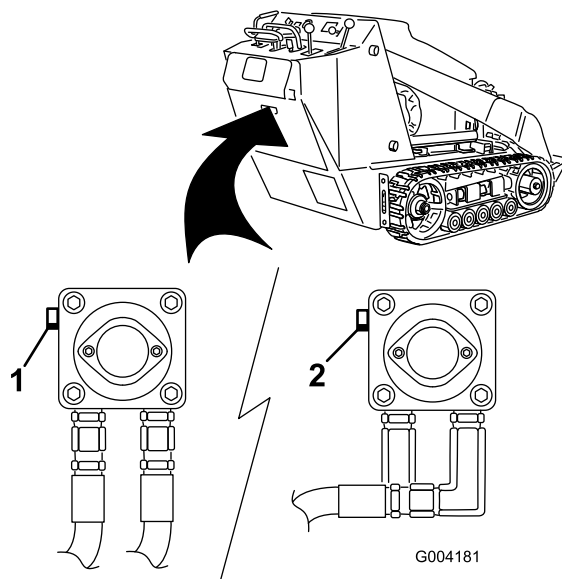

Figura 23
3. Con l'aiuto di una chiave, girare due volte in senso antiorario le valvole per il rimorchio situate sulle pompe idrauliche (Figura 23).